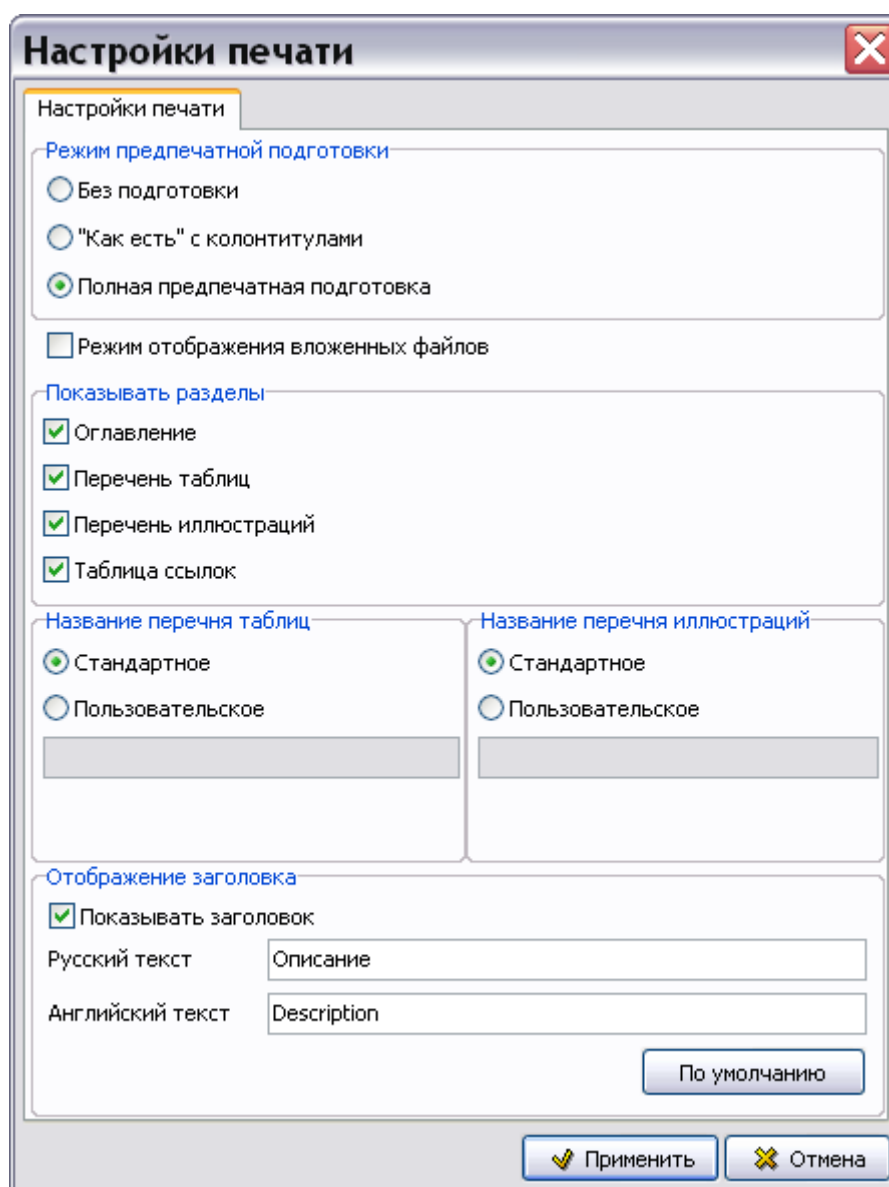

Рис. 5.245
2. Выберите команду **Настройки печати...**. После этого откроется окно **Настройки печати** (Рис. 5.245).